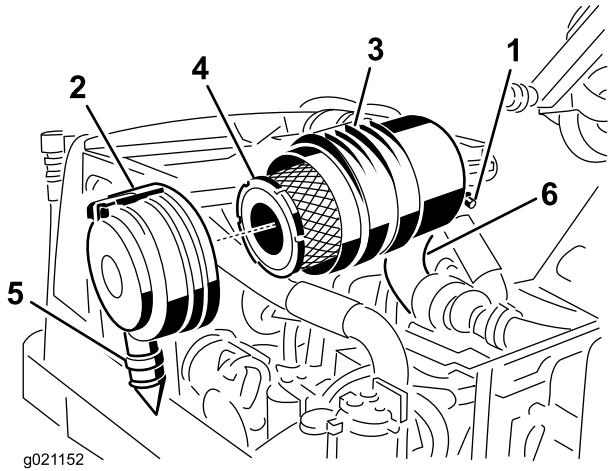

図 57
- ラッチを引いて外し、カバーを左にひねってボディーからはずす図57。
## 2. 主フィルタを外す 図 57。
4. 主フィルタを交換する 図 57。
8. アウトレットバルブが下向き後ろから見たとき、時計の5:00と7:00の間になるようにカバーを取り付ける 図 57。